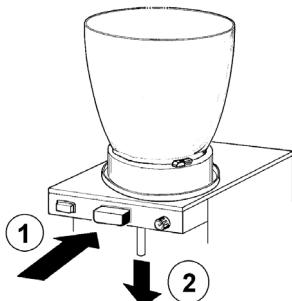

figure 1
- 3** Appuyez (1) sur la touche de commande du robinet et faites glisser (2) le bouchon de caoutchouc du robinet vers le bas (voir figure 1).